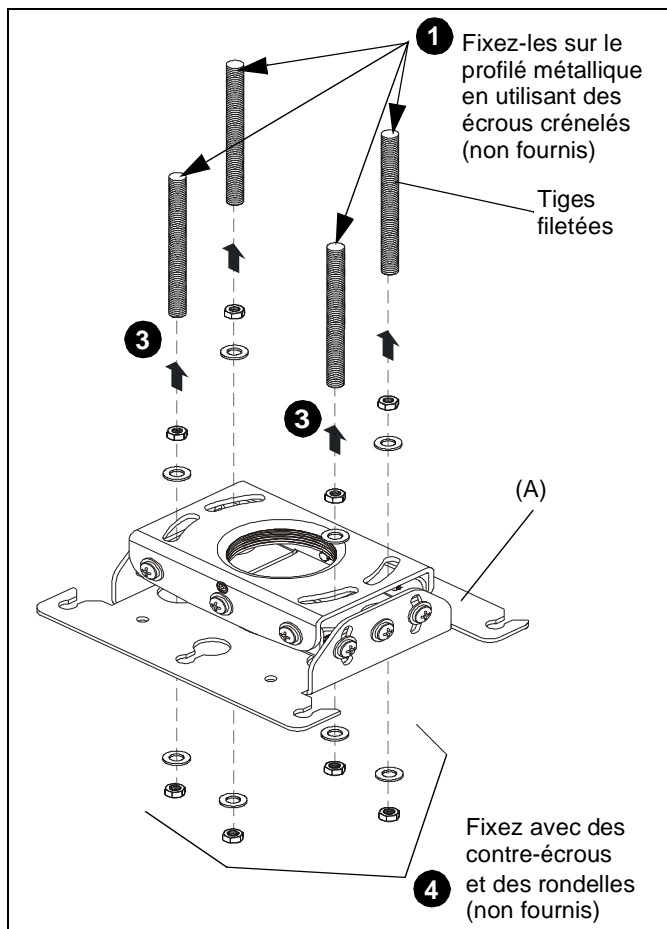

Figure 6
1. Fixez une extrémité de chacune des quatre tiges filetées (non incluses) à l'élément structurel. (Voir la Figure 6)
2. Installez un contre-écrou 1/4-20 (non inclus) et une rondelle de 1/4" (non incluse) sur chaque tige filetée. (Voir la Figure 6)
3. Installez le RPE sur les tiges filetées, en insérant les tiges sur les quatre trous en haut du RPE. (Voir la Figure 6)
4. Fixez les tiges filetées au RPE avec un contre-écrou 1/4-20 (non inclus) et une rondelle de 1/4" (non incluse) sur chaque tige filetée. (Voir la Figure 6)